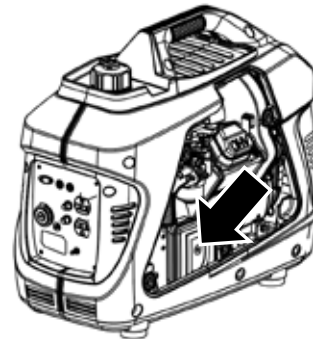

Figura 14: Retire el tornillo del filtro de aire
3. Desenrosque la cubierta del filtro de aire e incline la cubierta hacia abajo (consulte la Figura 14).